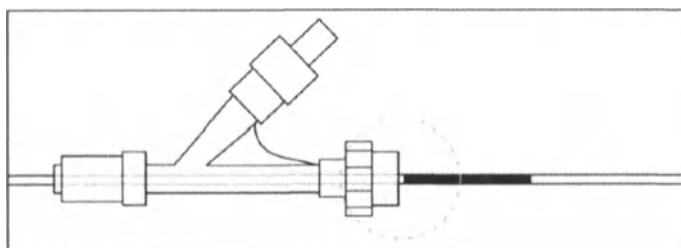

Рис.3.1
9. Продвигайте толкатель до тех пор, пока рентгеноконтрастный маркер спирали не достигнет поворотного гемостатического клапана. В этот момент следует начать рентгеноконтрастный контроль (см.рис.3.1).